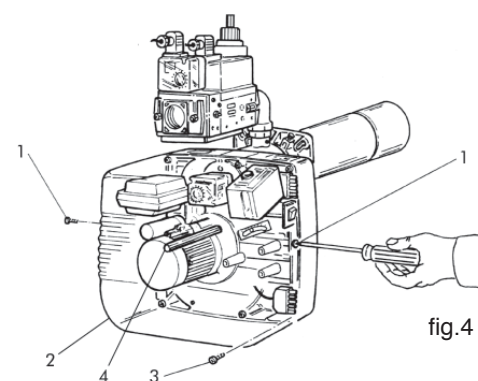

fig.4
Per accedere ai componenti principali è sufficiente togliere il cofano (fig.4). La manutenzione alla testa di combustione si esegue nel seguente modo:
- Svitare le viti 1 e togliere il cofano 2 (fig.4).
- Svitare le viti 3 e il perno centrale 4 (fig.4).